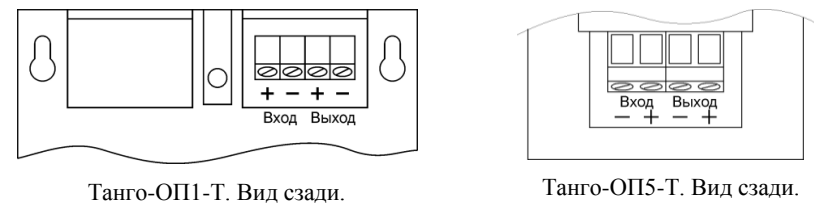

Рисунок 4 – Разъемы подключения
- Подключить провода речевого сигнала в соответствии с полярностью, указанной на корпусе оповещателей (рисунок 4). Схема подключения показана на рисунке 1.